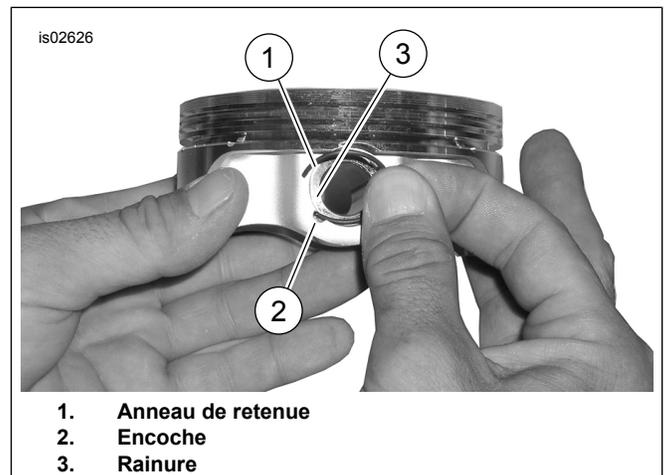

Figure 3. Anneau de retenue et piston
1. Voir Figure 3. Insérer l'extrémité ouverte de l'anneau de retenue (1) dans l'encoche (3), sur la rainure (2), autour du bossage de l'axe de piston, de façon que l'ouverture soit à la position 12 h ou 6 h une fois installé.